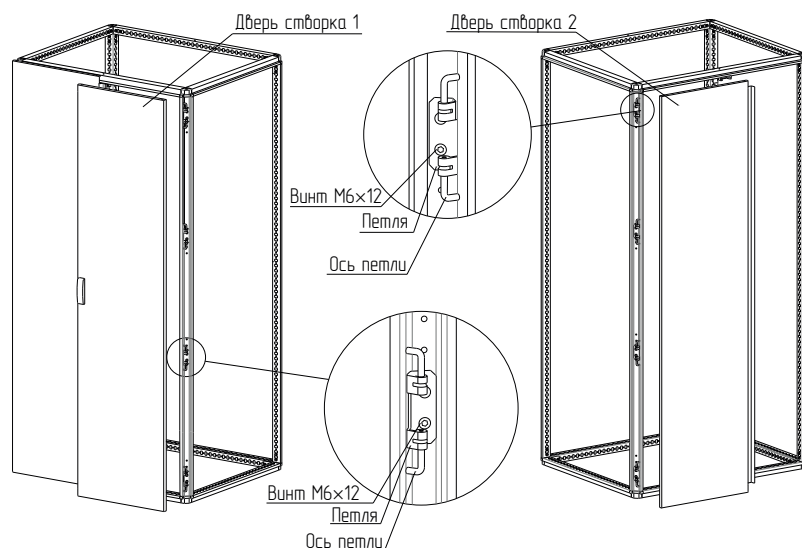

Рисунок 32
4.11.4 Закрепить петли на каркасе на левой и правой стойке (рисунок 32). Для крепления использовать винты самонарезающие М6×12. Момент затяжки – 7 Н·м.